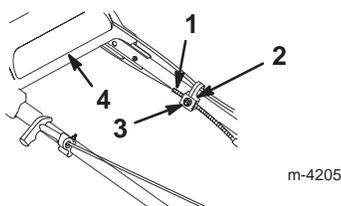

Figure 26
- Desserrez l'écrou du support de guidage du câble (Fig. 26).
- Repoussez la partie supérieure du mancheron le plus loin possible en arrière, appuyez sur la patte de commande du câble d'autotraction et abaissez la gaine du câble (vers la tondeuse) pour éliminer le mou du câble (Fig. 26).
- Serrez l'écrou du support de guidage du câble (Fig. 26).